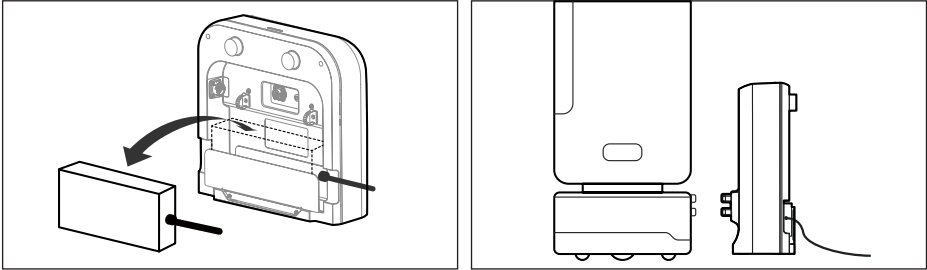

Abb. 3:
- Nachdem Sie das Netzteil an der Ladestation angeschlossen haben, können Sie das Netzteil in den dafür vorgesehenen Steckplatz (siehe Abb. 3) einstecken.
4. Nachdem Sie das Netzteil mit der Ladestation verbunden haben, achten Sie auf einen sicheren Stand der Ladestation. Sobald der Roboter an der Ladestation angedockt ist, kann der Ladevorgang beginnen (siehe Abb. 3).